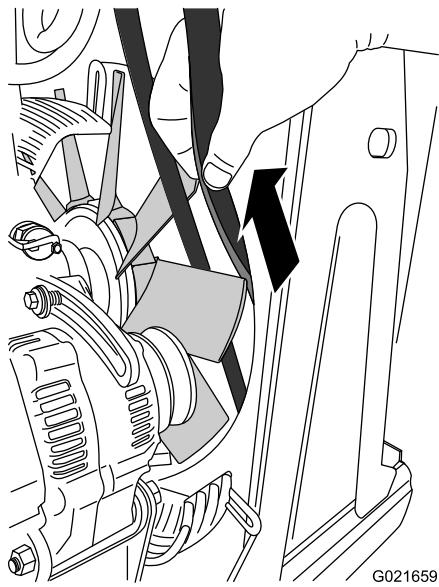

Рисунок 90
11. Выровняйте ремень в проеме между двумя лопастями вентилятора, затем осторожно потяните ремень назад и вверх, пока не появится возможность снять его с машины (Рисунок 90).
- Выровняйте ремень в проеме между двумя лопастями вентилятора, затем осторожно нажмите на ремень вперед и вниз, пока он не будет находиться напротив вентилятора (Рисунок 90).